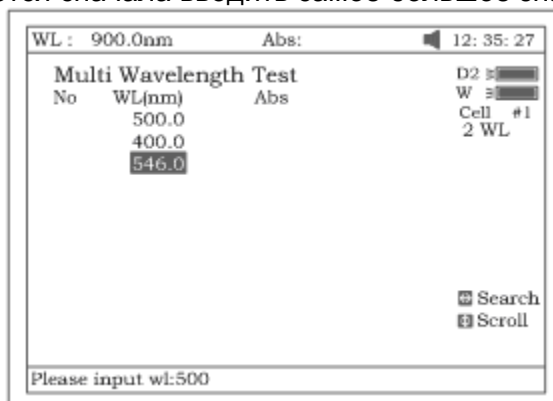

Рисунок 69
1. Нажмите клавишу **[F1]** для настройки группы длин волн, используемых для анализа. Ввод выполняется при помощи клавиш цифровой клавиатуры с последующим нажатием на **[ВВОД]**. Введенные данные можно изменять при помощи клавиш **[Л]** и **[V]** (рис.69). Для завершения настройки и выхода из формы нажмите **[ОТМЕНА]**.